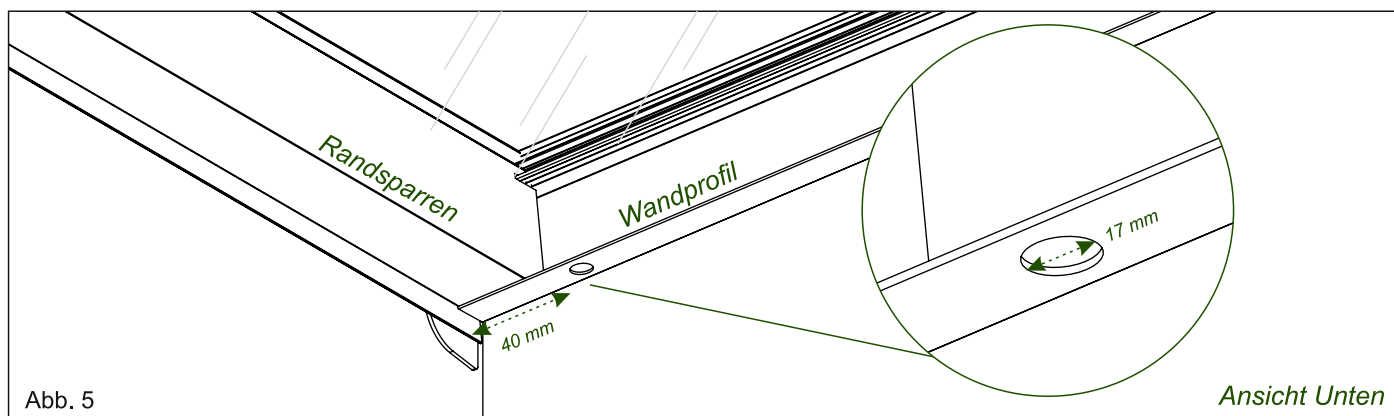

Abb. 5
6. Bohren Sie die Öffnung für das Netzkabel im Wandträger vor. Legen Sie vorab fest, ob das Netzkabel auf der rechten oder linken Außenseite der Terrasse geführt werden soll, und positionieren Sie die Bohrung entsprechend. Diese sollte im Abstand von 40 mm zum Randsparren erfolgen und einen Durchmesser von mindestens 17 mm aufweisen, damit der Anschluss problemlos durchgeführt werden kann. (Siehe Abb. 5)